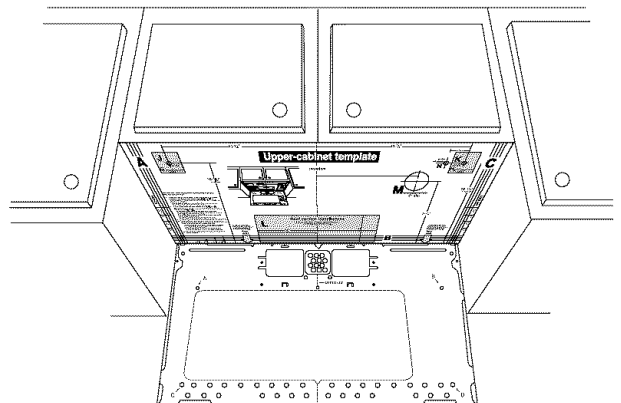

Figura 23
4. Centre el plato de montaje en la apertura alineando la línea del plomo en la pared con la línea central en el plato de montaje. Asegúrese de que el ancho mínimo sea de 30 pulgadas y de que la parte superior de la placa de montaje se halle al menos a 30 pulgadas por encima de la superficie de la cocina. Vea la **Figura 23**.
5. Mida la parte inferior del marco del gabinete superior. Centre los bordes “A”, “B” y “C” de la plantilla del gabinete superior de modo que quede ésta sobre la parte inferior del gabinete superior. Si este gabinete tiene un marco rebajado, ajuste la plantilla de modo que encaje dentro del área rebajada. Alinee la línea central de la plantilla del gabinete superior con la línea central de la placa de montaje, luego asegure firmemente con cinta o clave la plantilla del gabinete superior en su lugar. Vea la **Figura 23**.